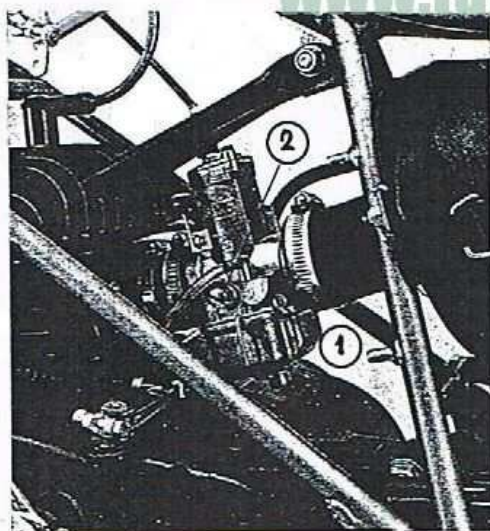

Fig. 14
4. **Ajuste de la marcha lenta (ralenti).** La marcha lenta adecuada es aquella que permite rodar a muy pocas revoluciones en primera velocidad. Para ello, graduar el tornillo 2 situado en el lado izquierdo del carburador (fig. 14). Para aumentar o disminuir la marcha lenta se debe rosar o desenroscar dicho tornillo 2.
Para graduar la mezcla se dispone del regulador del aire 1 (fig. 14), situado en el lado izquierdo del carburador. Para determinar la posición del regulador del aire, poner el motor en marcha lenta, rosar el regulador hasta el fondo y luego desenroscar $\frac{1}{4}$ de vuelta. Si el motor no soporta bien esta graduación, rosar el regulador hasta que el motor tienda a pararse por mezcla demasiado rica. En este momento desenroscar el regulador hasta que el motor tienda a pararse por mezcla demasiado pobre. La graduación más adecuada será la media entre ambas graduaciones.
4. **Réglage du ralenti.** Le ralenti correct est celui qui permet de rouler en première à peu de tours-minute. Pour l'obtenir agir sur la vis 2 située sur le côté gauche du carburateur (fig. 14). Pour augmenter ou diminuer le ralenti, visser ou dévisser cette vis 2.
Pour régler le mélange, on dispose du régulateur d'air 1 (fig. 14) situé sur le côté gauche du carburateur. Pour déterminer la position adéquate du régulateur d'air, mettre le moteur à bas régime, visser à fond le régulateur, puis dévisser de trois quarts de tour. Si le moteur ne supporte pas bien ce réglage, visser le régulateur jusqu'à ce que le moteur ait tendance à s'arrêter parce que le mélange est ce que le moteur ait tendance à s'arrêter parce que le trop riche. A ce moment-là, dévisser le régulateur jusqu'à ce que le mélange est trop pauvre. Le réglage le plus adéquat sera celui qui est à mi-course entre ces deux réglages.
4. **Adjusting the Idle.** A proper idle allows to run at low r.p.m. in first gear. To obtain this condition, adjust idle screw 2 located on the left side of carburetor (fig. 14).
To adjust the mixture at idle, use the air screw 1 (fig. 14) located on the left side of carburetor. To set the air screw, let the engine run at idle, rotate the screw CW until its bottom, and then back it off 3/4 of a turn. If the engine does not idle well at this setting, rotate the air screw CW until the engine dies because the mixture is too rich. Back off the screw until the engine dies because the mixture is too lean. The best setting will be the half distance between both settings.